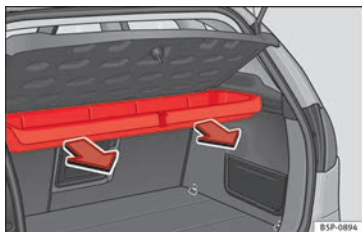

Abb. 104 Ausbau des Ablagefachs.
- Nach außen ziehen, bis das Ablagefach aus den Drehhaltern gelöst ist »» Abb. 104.